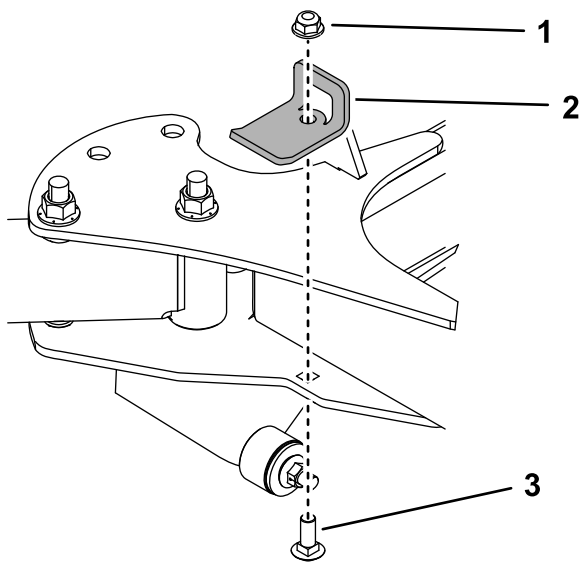

Figure 13
- Avec un boulon de carrosserie (3/8 x 1 po) et un contre-écrou (3/8 po), installez le support de butée sur le côté droit de la machine (Figure 13). Serrez le boulon à un couple de 37 à 45 N·m (27 à 33 pi-lb).